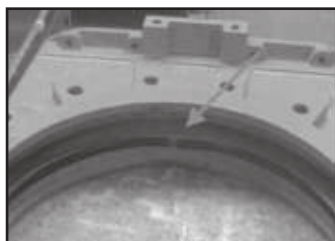

Рис. 5
6. Удалите старые уплотнения (4) и нож (2) и почистите камеру сальника.
7. Удалите фиксирующее кольцо (10), которое прижимает седловое уплотнение (3).
8. Удалите поврежденное седловое уплотнение (3) и почистите его паз в корпусе.
9. При условии, что новое уплотнение изготовлено под размер, поместите его в паз в корпусе (убедитесь, что стыки уплотнения сверху) (Рис. 5 и 6).
- Если у затвора седловое уплотнение PTFE (3), смотрите инструкции далее.